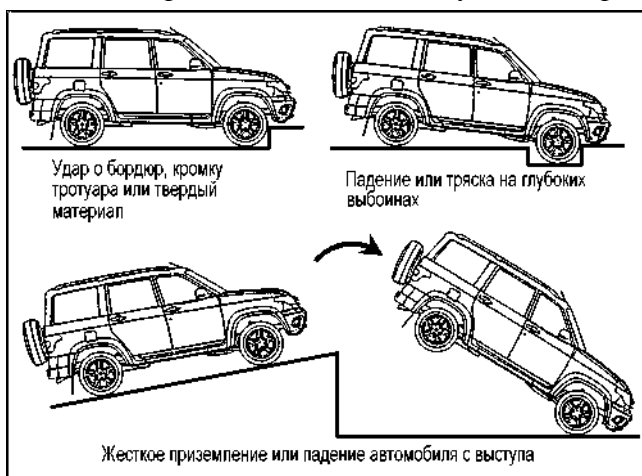

Рис. 3.50. Примеры ситуаций со срабатыванием системы пассивной безопасности водителя и переднего пассажира
-в случае достаточного по силе удара, воздействующего на автомобиль спереди, некоторые примеры показаны на (рис. 3.50).